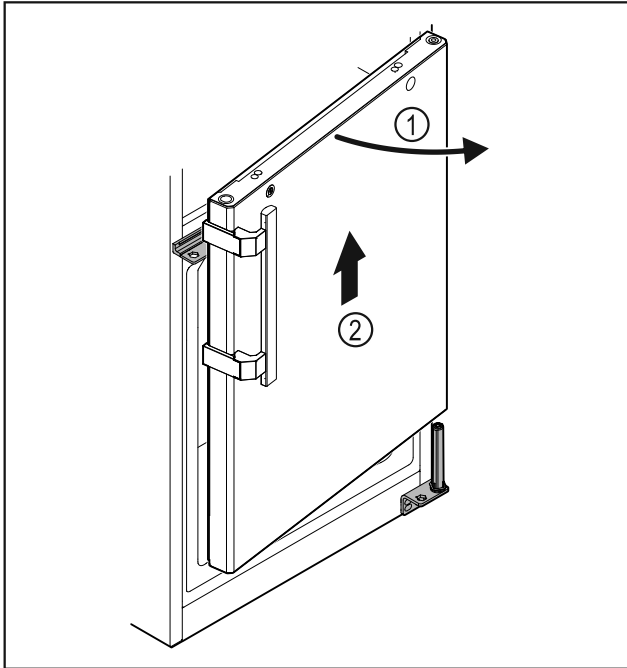

Fig. 27
- ▶ Ανοίξτε λίγο την πόρτα Fig. 27 (1), σηκώστε τη περίπου 200 mm ευθεία προς τα επάνω και αφαιρέστε τη Fig. 27 (2).